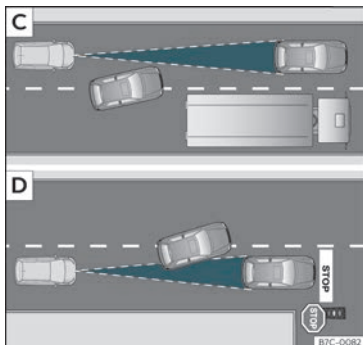

Abb. 163 **C** Fahrspurwechsel eines anderen Fahrzeugs. **D** Abbiegendes und weiteres stehendes Fahrzeug.
- Fahrzeuge, die in geringem Abstand auf die eigene Fahrspur wechseln >>> **Abb. 163** **C**.
Es ist möglich, dass ACC nicht auf stehende Fahrzeuge reagiert. Wenn z. B. ein von ACC erfasstes Fahrzeug abbiegt oder ausschert und sich vor diesem Fahrzeug ein stehendes Fahrzeug befindet, reagiert ACC nicht auf das stehende Fahrzeug >>> **Abb. 163** **D**.